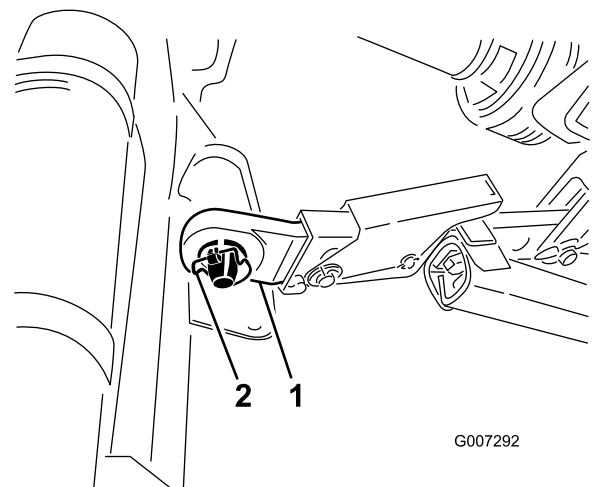

Figure 6
5. Insérez les bras d'attelage inférieurs droit et gauche sur les goupilles d'attelage (Figure 6).
6. Fixez les bras d'attelage inférieurs aux goupilles d'attelage de l'aérateur avec des goupilles à anneau (Figure 6).